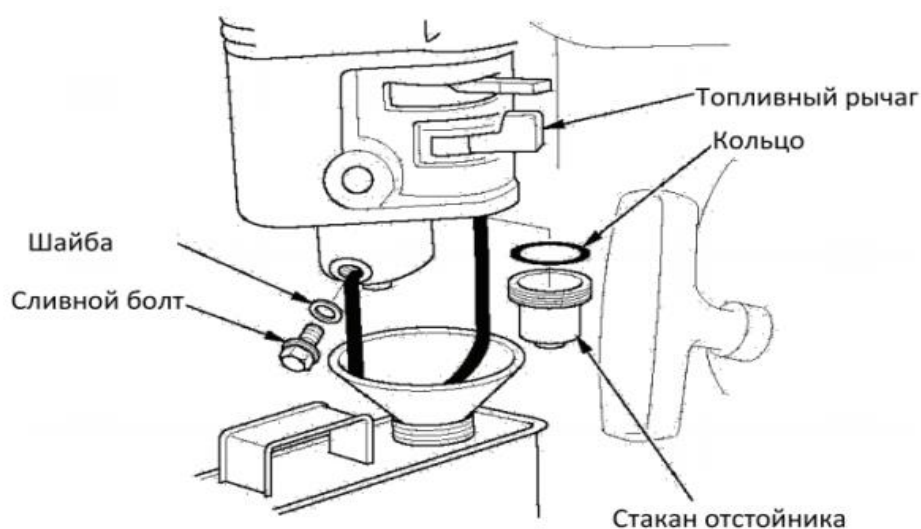

Рис.14 – Очистка фильтра-отстойника
(1) Сервисное обслуживание должно осуществляться более часто при эксплуатации в тяжёлых условиях работы.
(2) Эти пункты должны осуществляться в специализированном сервисном центре.
6.1.3 Очистка фильтра-отстойника карбюратора (рис.14)